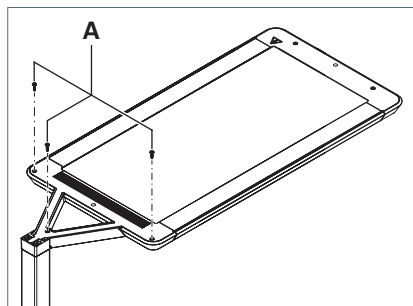

Fig. 9: Visser le recouvrement.
- Vissez le recouvrement avec les trois vis **A**, voir Fig. 9.